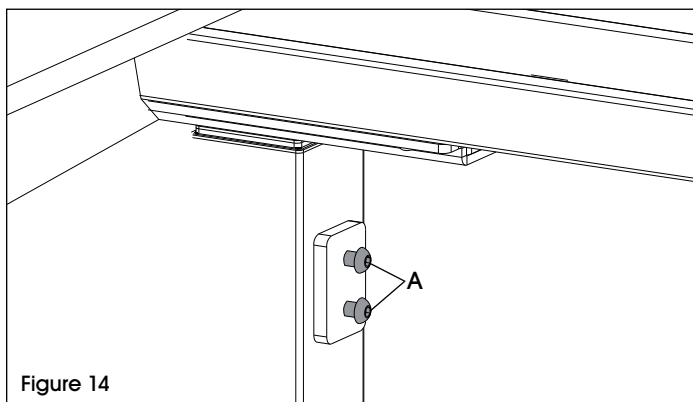

Figure 14
11. Retournez la table à l'endroit. Placez les vis à tête creuse M8 x 12 mm (A) dans les plaques de montage latérales de la colonne de levage située à gauche lorsque vous faites face à l'avant de la table. (Voir Figure 14)